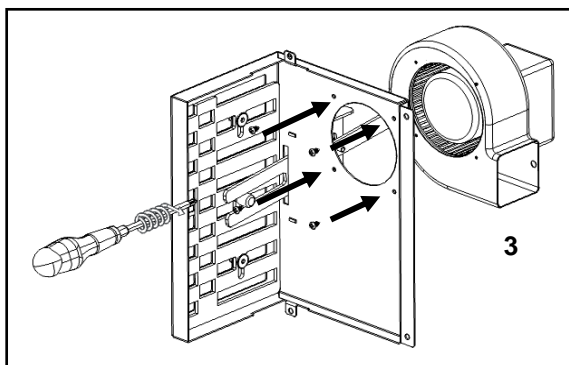

Figure 51 - Support de fixation du ventilateur
e) Serrer l'ensemble de la Figure 51 sur la face supérieure de la chambre de combustion en utilisant 4 vis (A) dans les trous préparés (2).